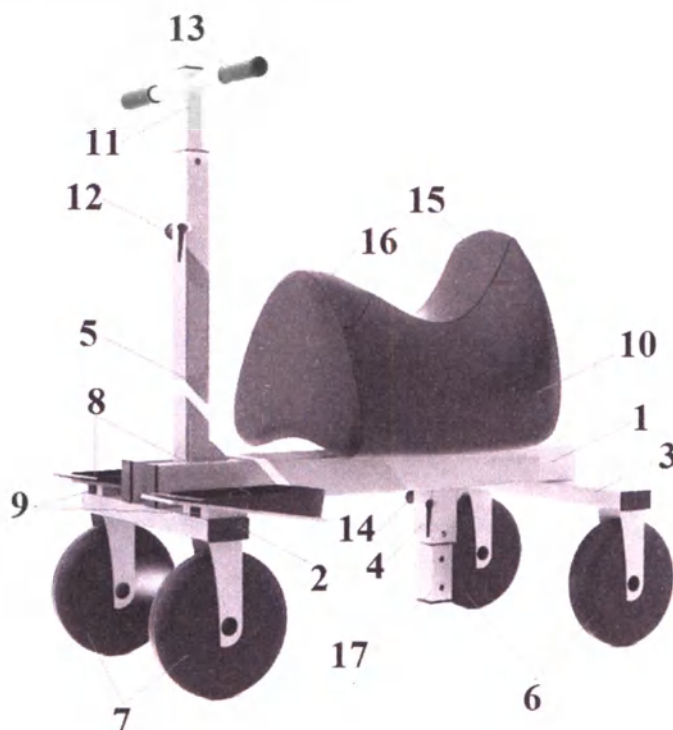

Рисунок 1 – Схема тренажера
4.2 Тренажёр (см. рис. 1) представляет собой сварную конструкцию на колесах. Основными частями являются: стойка для сидения, рулевая стойка, балка для крепления вилок с колёсами и упоров для ног.